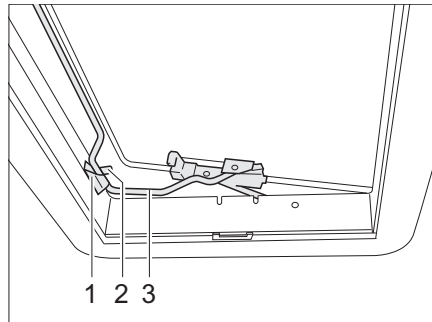

Bild 49 Heki-takluckan i ventilationsläge 2
- Sätt in bygeln (Bild 49,3) i hållaren (Bild 49,1).
- Ställ spaken (Bild 49,2) över bygeln.